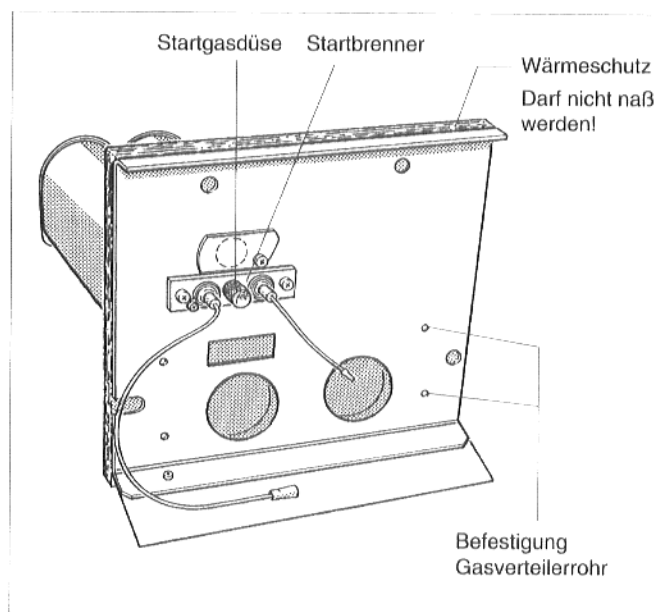

Abb. 44: Brennerschild und Brennerstäbe
- Brennerstäbe in Wasser mit Reinigungsmittel tauchen und abbürsten. Dabei darauf achten, daß der Wärmeschutz am Brennerschild nicht naß wird (Abb. 44)!